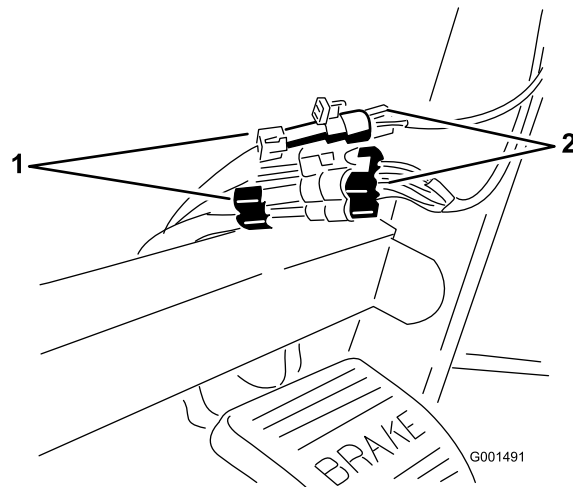

Figura 7
7. Conecte los conectores de cable del Spray Pro a los conectores de cable ubicados debajo del salpicadero (Figura 7).